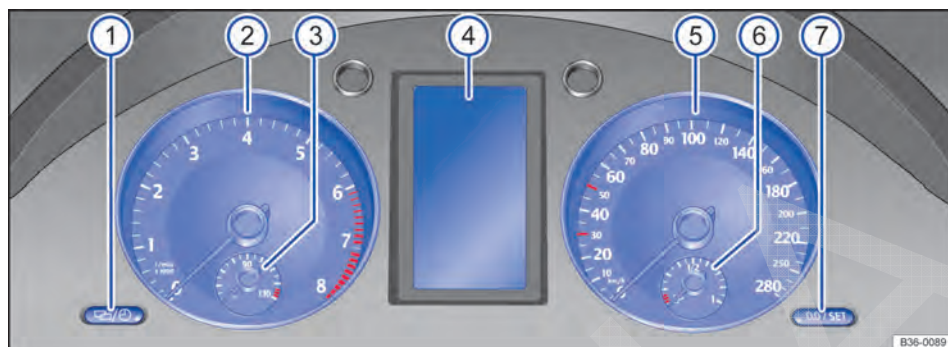

Fig. 13 Instrumento combinado do painel de instrumentos.
Significado dos instrumentos ⇒ Fig. 13:
Dependendo da versão do veículo, é possível que sejam exibidas diferentes informações no display do instrumento combinado ⇒ Fig. 13 ④:
O indicador do evento de serviço aparece no display do instrumento combinado ⇒ Fig. 13 (4).